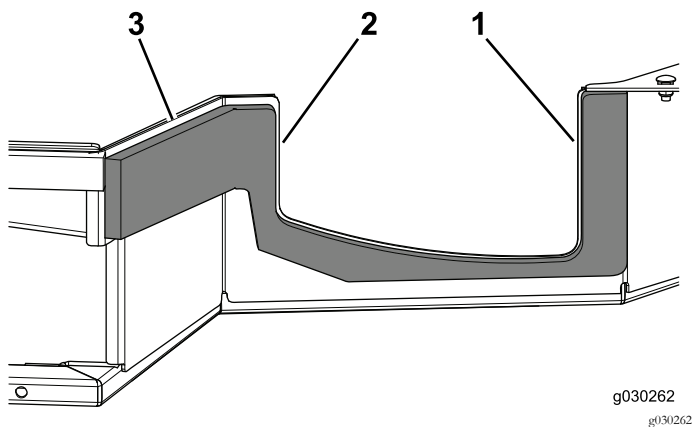

Bild 11
6. Verwenden Sie für das Platzieren der Dichtungen die in **Bild 11** angegebenen Werte.